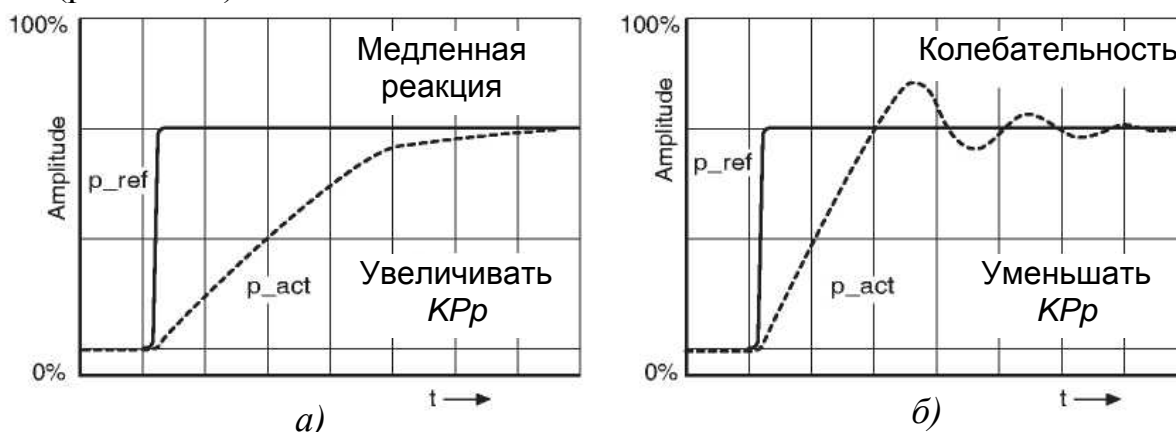

Рис. 4.11 Влияние  $CTRL\_KPp$  на характер процессов в контуре положения
- чрезмерное его увеличение приводит к появлению автоколебаний и неустойчивости работы привода (рис. 4.11б);
- слишком малая величина приводит к увеличению ошибки по положению (рис. 4.11а).